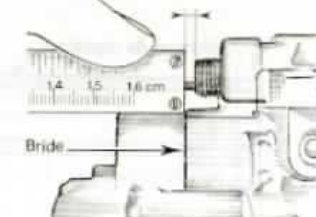

Fig. 41.
A) Si rien n'est indiqué, visser l'axe de façon à obtenir un retrait de 1,5 à 2 mm du bout de l'axe par rapport à la face d'appui de la bride du carter (fig. 41).
B) Si une vitesse est mentionnée (2), régler cette valeur à 3 mm.